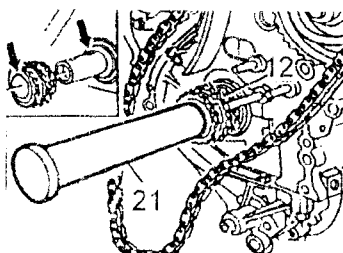

Fig. 86
Montar la rueda dentada nueva de eje de motor (12) usando el botador (21) (Fig. 86).